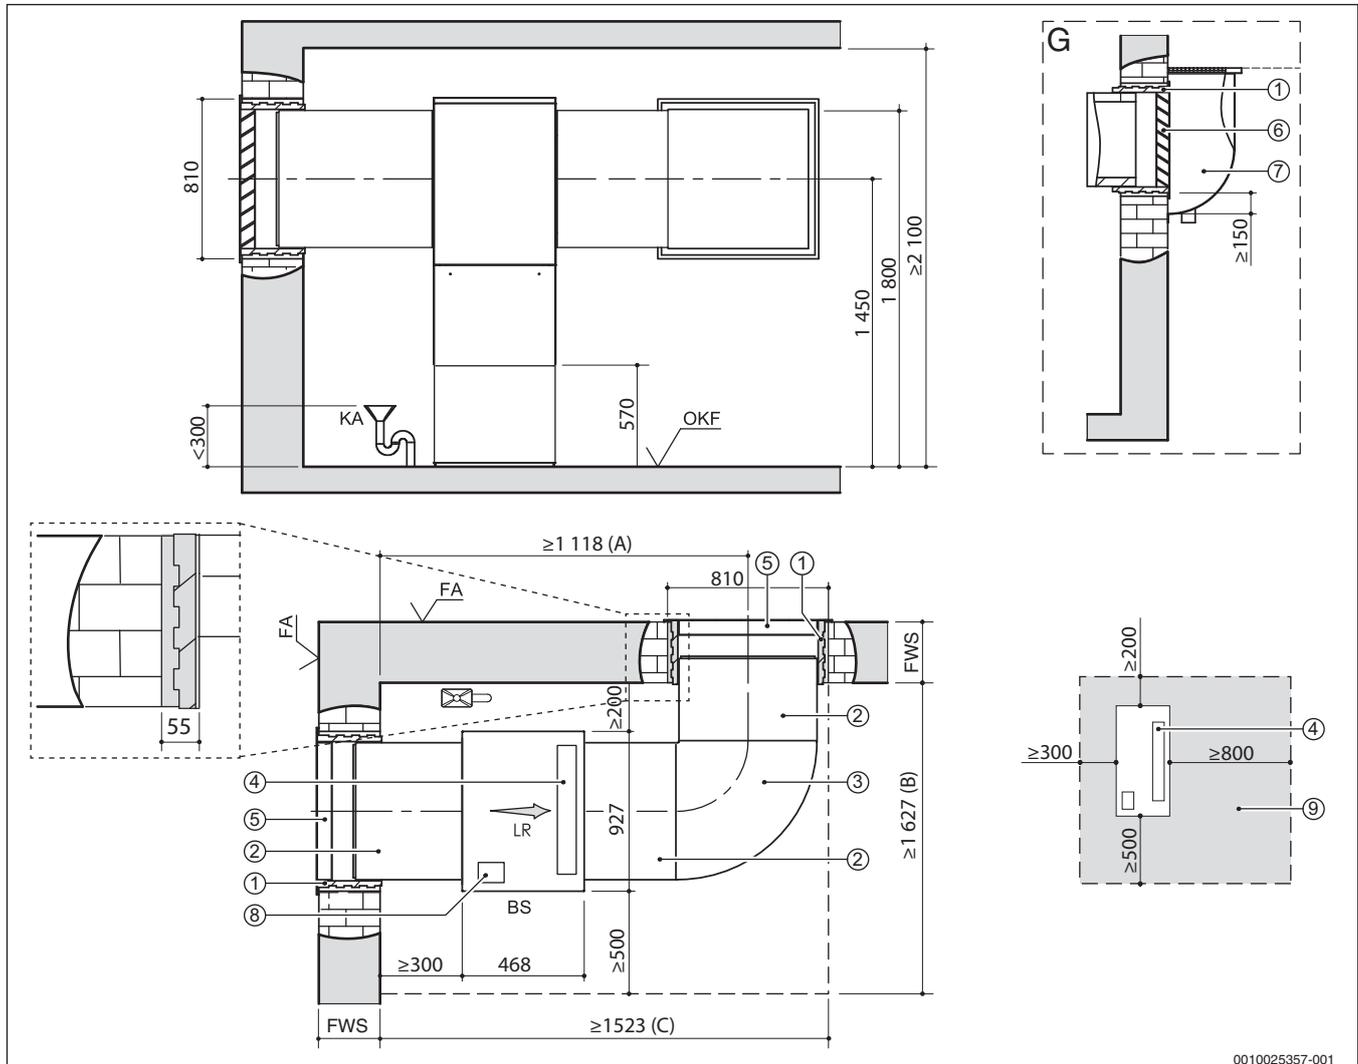

Bild 17 Aufstellplan für WLW196i-6/8 IR mit dem Luftkanalsystem 700 (alle Maße in mm)
- Im Aufstellraum muss ein Kondensatablauf vorhanden sein. Die Höhe des Anschlusses ist in den Aufstellplänen eingetragen (\rightarrow Bild 17, Seite 8 und Bild 18, Seite 9).
- 1450 mm für Wärmepumpen mit 6/8 kW (→ Bild 17, Seite 8)
Legende für Bild 17 + Bild 18: